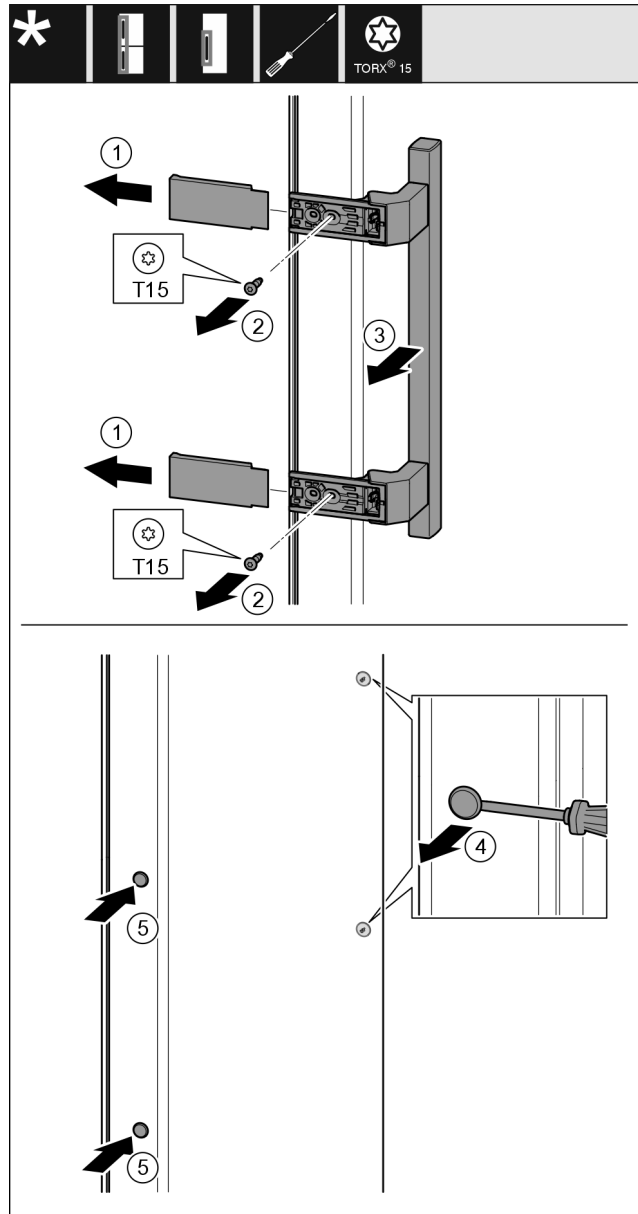

Fig. 49
- ▶ Abdeckung Fig. 49 (1) abziehen.
- ▶ Schrauben Fig. 49 (2) mit Schraubendreher herausdrehen.
- ▶ Griff Fig. 49 (3) abnehmen.
- ▶ Seitlichen Stopfen Fig. 49 (4) vorsichtig mit einem Schlitzschraubendreher anheben und herausziehen.
- ▶ Stopfen Fig. 49 (5) auf der anderen Seite wieder einsetzen.